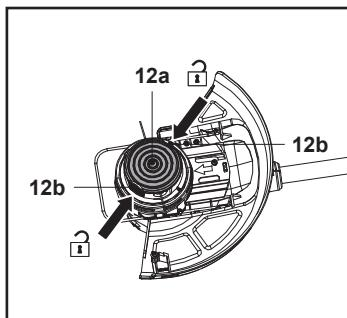

Fig. 22
- Tine bine capul de tăiere (12) cu o mână. Apasă clemele de eliberare (12b) de pe ambele părți, apoi ridică și scoate capacul (12a) (fig. 22).